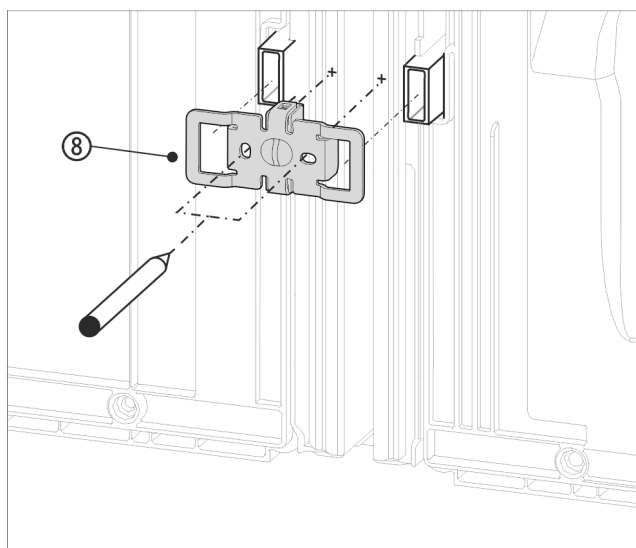

Fig. 16 Zobrazení příkladu
- Úhelník Fig. 16 (8) zasuňte vybráním přes úchyt pro vymezovač odstupu od stěny.